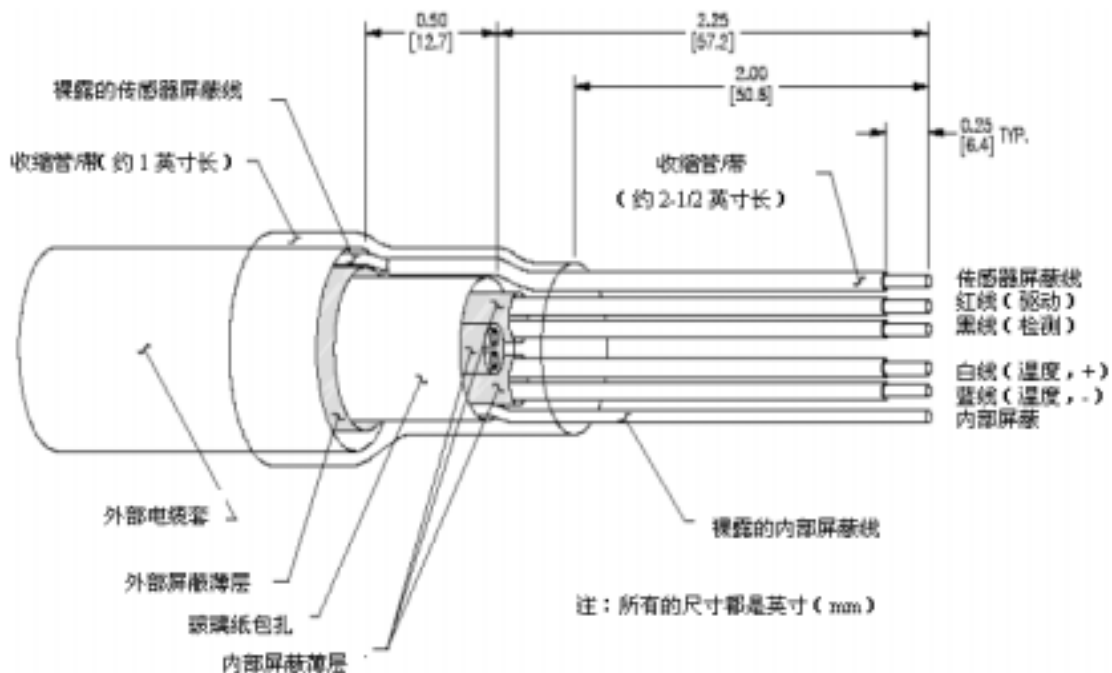

图 2-6 连接电缆接线端详图
要正确地进行连接电缆各线端的接线,参考图 2-6,按照下面这个流程进行:
- 小心地定位 2-1/2 英寸长的收缩管或者胶带于裸露的传感器屏蔽线距离线端 1/4 英寸，如图 2-6 所示，将其与内部屏蔽线绝缘并区分开。这样做将使 1/4 英寸裸露的屏蔽线露出收缩管或者胶带，从而方便连接。
- 小心地定位 1 英寸长的收缩管或者胶带于电缆上，如图 2-6 所示以保护全部的线。